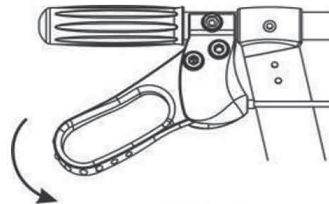

Fig. 2
2. Afin d'actionner le frein de stationnement, poussez le levier de frein vers le bas jusqu'à ce qu'au verrouillage (fig. 2).